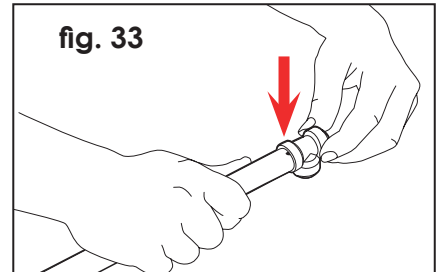

fig. 33
g) Nach der vorgeschriebenen Aufwärmzeit Rohr und Formteil zügig vom Schweissgerät abziehen und unmittelbar, ohne zu drehen, zusammenschieben. Die korrekte Einstecktiefe ist anhand der angebrachten Markierung zu kontrollieren. (**fig. 33**)